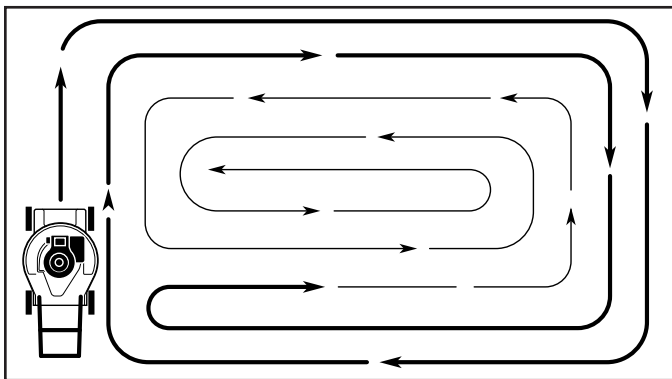

FIG. 13
- Si las segadoras de descarga lateral cortan en una dirección contraria a las manillas del reloj, si se empieza en la parte de afuera del área que se va a cortar, se repartirán los recortes del césped en forma más pareja y el motor se cargará menos. Para evitar que los recortes caigan en los senderos, en las flores, etc., haga los primeros cortes en la dirección de las manillas del reloj (vea Fig. 13).